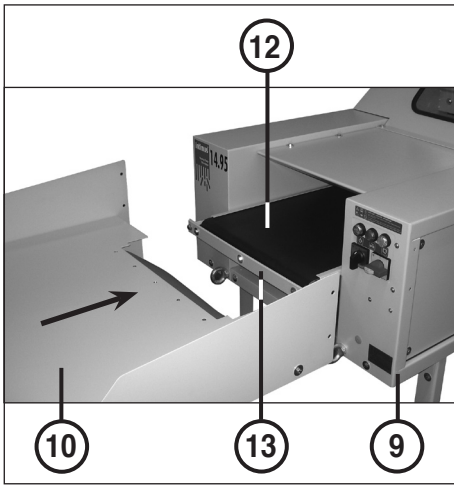

fig. 1
- 9 = Carcasa (fig. 1, 2 y 4)
- 10 = Mesa (fig. 1, 2, 4 y 5)
- 12 = Cinta transportadora (fig. 1 y 4)
- 13 = Soporte de la cinta transportadora (fig. 1)
### MONTAJE DE LA MESA (10) (fig. 1, 2 y 3):
1. Desenroscar en cada caso 3 tornillos en la pared delantera de la carcasa (9) y en la parte frontal del soporte de la cinta transportadora (13).
2. Colocar la mesa (10) sobre el soporte de la cinta transportadora (13), empujarla hacia atrás hasta la carcasa (9) y, con ayuda de los tornillos desenroscados, fijarla a la pared delantera de la carcasa y a la parte frontal del soporte de la cinta transportadora (fig. 1, 2 y 3).